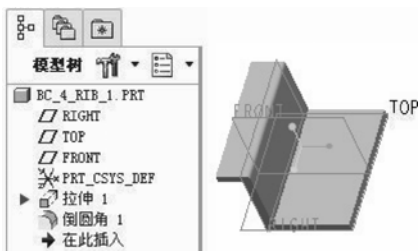

图 4-29 文件中已有的实体模型特征
- 1 在“快速访问”工具栏中单击“打开”按钮，弹出“文件打开”对话框，选择配套文件“bc_4_rib_1.prt”来打开。该文件中存在着如图 4-29 所示的实体模型。